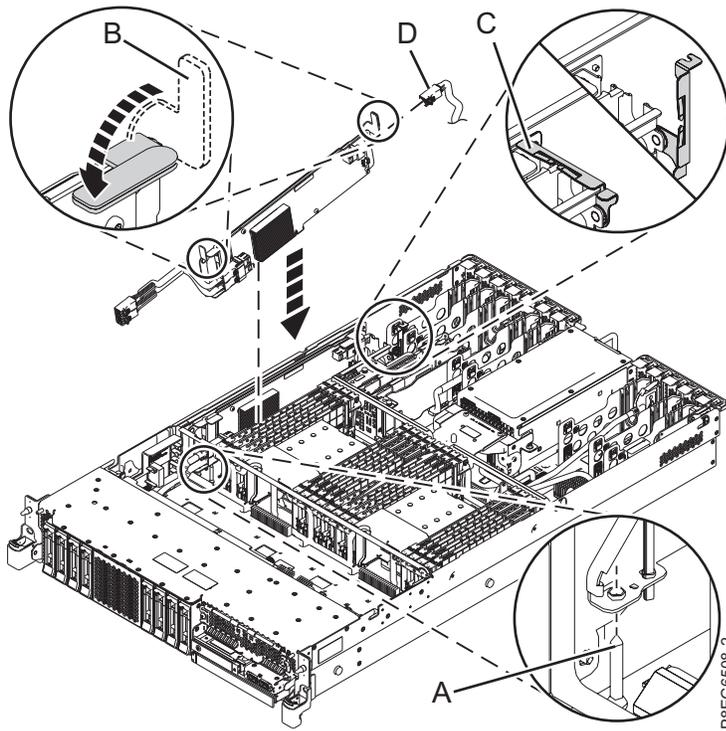

Abbildung 6. Internen 6-Gb-PCIe3-x8-SAS-RAID-Adapter mit Cache austauschen
2. Schließen Sie das vordere SAS-Kabel wieder am Anschluss P1 des internen SAS-RAID-Adapters an, bevor Sie den Adapter installieren. Schieben Sie den Stecker ein, bis die Steckersperre einrastet. Das Ende des Kabels, welches eine Herstellungskennzeichnung aufweist, wird in die Rückwandplatine des Plattenlaufwerks gesteckt. Siehe Abb. 6 auf Seite 9.
4. Schließen Sie das hintere SAS-Kabel (D) wieder am hinteren Anschluss des internen SAS-RAID-Adapters an, wie in Abb. 6 auf Seite 9 dargestellt.
5. Schließen Sie die Installation des internen SAS-RAID-Adapters ab, indem Sie ihn jetzt vollständig absenken. Überprüfen Sie, dass der Adapter auf dem Justierstift (A) sitzt. Drücken Sie die Mitte der oberen Kartenkante nach unten, um die Karte fest mit dem Anschluss der Systemrückwandplatine zu verbinden.
6. Drücken Sie die blauen Griffe (B) in die dargestellte Richtung. Siehe Abb. 6.
7. Drücken Sie die Kabelhalterung (C) in die gezeigte Richtung. Siehe Abb. 6.